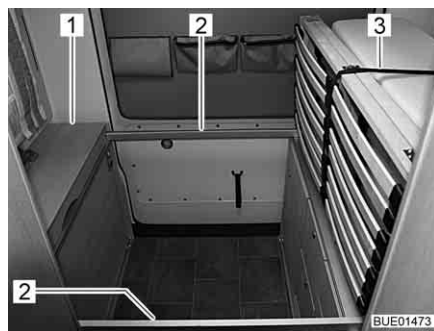
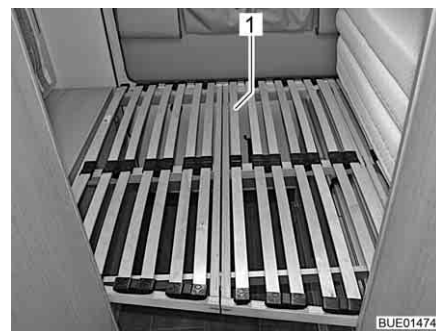

Bild 71 Auflagen für klappbares Bett
Bild 72 Lattenrost
- ▷ Wenn der Deckel (Bild 71,1) geschlossen ist, wird er von einem Magnetverschluss gehalten. Deshalb ist beim Öffnen ein Widerstand spürbar.
- Deckel (Bild 71,1) nach oben schwenken und geöffnet halten.
- Zwei Auflagen (Bild 71,2) herausschwenken und auf der gegenüberliegenden Seite auf dem Unterschrank ablegen.
- Deckel (Bild 71,1) schließen.
- Verschluss des Gurts (Bild 71,3) öffnen, Lattenrost dabei festhalten.
- Lattenrost (Bild 72,1) aufklappen und langsam auf den Auflagen ablegen.
- Lattenrost (Bild 72,1) zusammenklappen, gegen die Matratze drücken und mit Gurt (Bild 71,3) sichern.
- Zwei Auflagen (Bild 71,2) unter den Deckel schwenken.